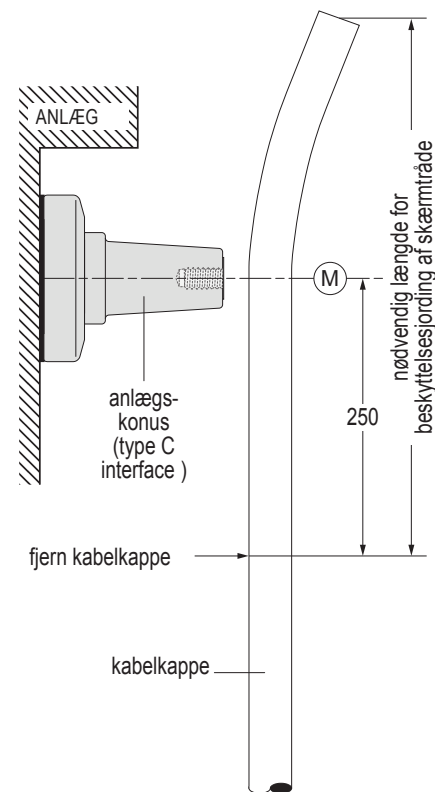

Fig. 1
1) Kablet placeres som ved færdig installation og afkortes - husk nødvendigt tillæg til kabellængden, så skærmtrådene kan forbindes til anlægsjord. Mærket "M" afsættes ud for konus'ens centerlinie, se fig. 1.